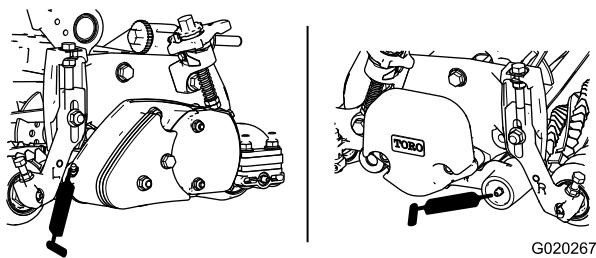

Figura 16
34. Engrase cada uno de los cojinetes del acondicionador (2 o 3 aplicaciones como máximo); consulte Figura 16. No aplique demasiado grasa, porque un exceso de grasa podría causar un fallo de la junta. Limpie cualquier exceso de grasa.